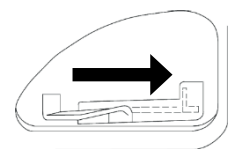

Fig. 13
5. Ruotare la leva dello starter in posizione "APERTO". (Fig. 13)